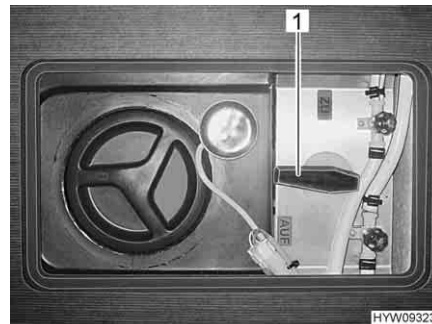

Fig. 163 Leva di comando (serbatoio delle acque grigie)
La leva di comando (Fig. 163,1) per lo smaltimento delle acque grigie si trova sotto una copertura nel doppio fondo. Il tubo di scarico con collegamento per un tubo di gomma per lo scarico si trova sotto al veicolo.
- Aprire il rubinetto di scarico. A questo scopo ruotare la leva di comando (Fig. 163,1) del rubinetto di scarico di un quarto di giro. Le acque grigie fuoriescono.
- Dopo il deflusso completo delle acque grigie, richiudere il rubinetto di scarico. A questo scopo ruotare la leva di comando (Fig. 163,1) del rubinetto di scarico di un quarto di giro.